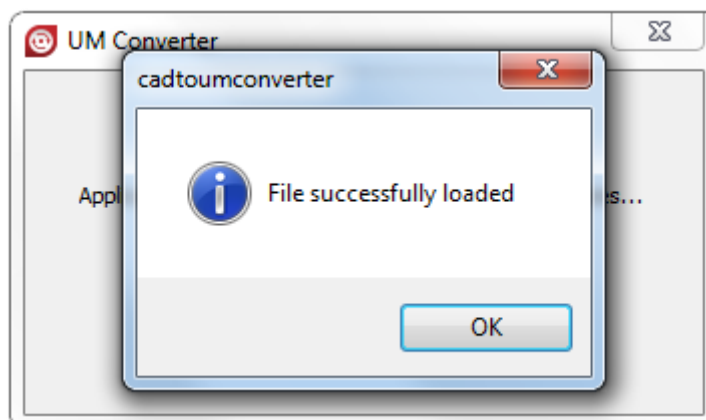
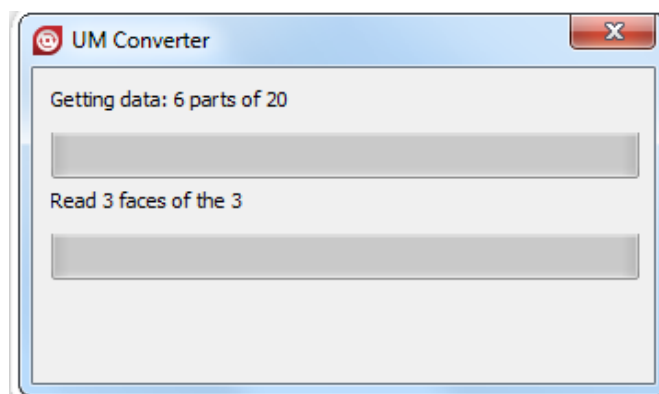

Рис. 9.4 Сообщение об успешной загрузке файла
Рис. 9.6 Окно отображения процесса получения геометрических данных
5) Завершив чтение данных приложение отобразит сообщение об успешном завершении загрузки, см. рис. 9.4, и отобразит настройки параметров импорта. В этом окне настройки необходимо выбрать уровень дискретизации получения данных из модели и нажать на кнопку **Get Data From File**, см. рис. 9.6.
6) После нажатия кнопки **Get Data From File** начнется процесс получения геометрических данных загруженной модели и появится окно отображения процесса получения геометрических данных, см. рис. 9.6